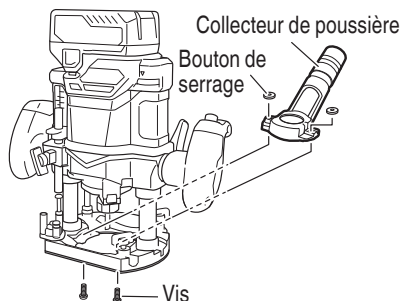

Fig. 24
- (1) Montage du collecteur de poussière. Utilisez un tournevis pour fixer les deux vis à la base. (Fig. 24)